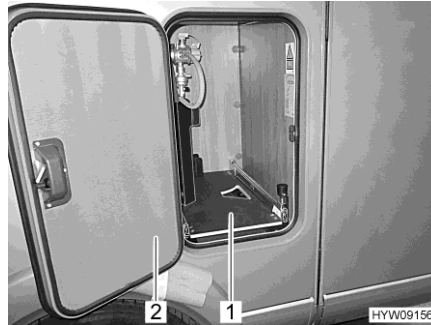

Fig. 80 Dispositivo de extracción de caja para bombonas de gas
- Abrir la trampilla (Fig. 80,2) de la caja para bombonas de gas.
- Extraer el dispositivo de extracción de caja para bombonas de gas (Fig. 80,1) hasta que el pomo vuelva a engatillar. Ahora, el dispositivo de extracción de caja para bombonas de gas estará engatillado en esta posición.